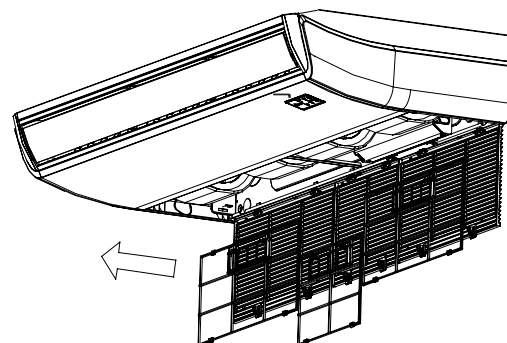

FIG. 6-3
- Retire directamente el filtro de aire de la entrada de aire como se indica en Fig.6-3.
- Vuelva a instalar el filtro de aire en el orden inverso al de Fig.6-3.